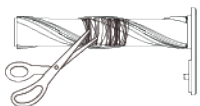

Figure 18
5. Retirer délicatement les obstructions de la brosse à rouleau avec des ciseaux ou un couteau (Figure 18).